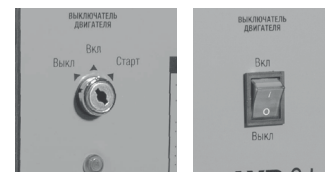

Рис. 3
4. Перевести выключатель двигателя в положение «Вкл» (Рис. 3).
6. **Запуск двигателя электростартером.** Проверить ключ зажигания до упора вправо, в положение "Старт" до включения электростартера (Рис. 3). Отпустите ключ после того как запуск двигателя произошел. Электростартер включать не более чем на 3 секунды.